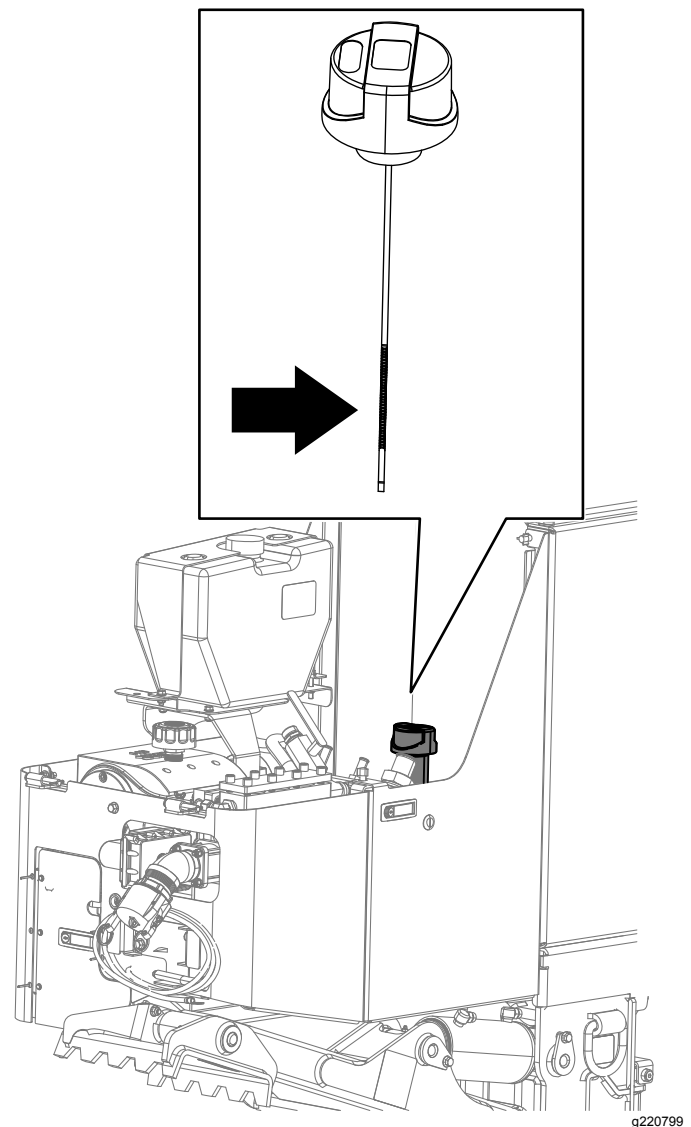

Figure 112
10. Placez un bac de vidange sous le filtre et enlevez le filtre (Figure 112).